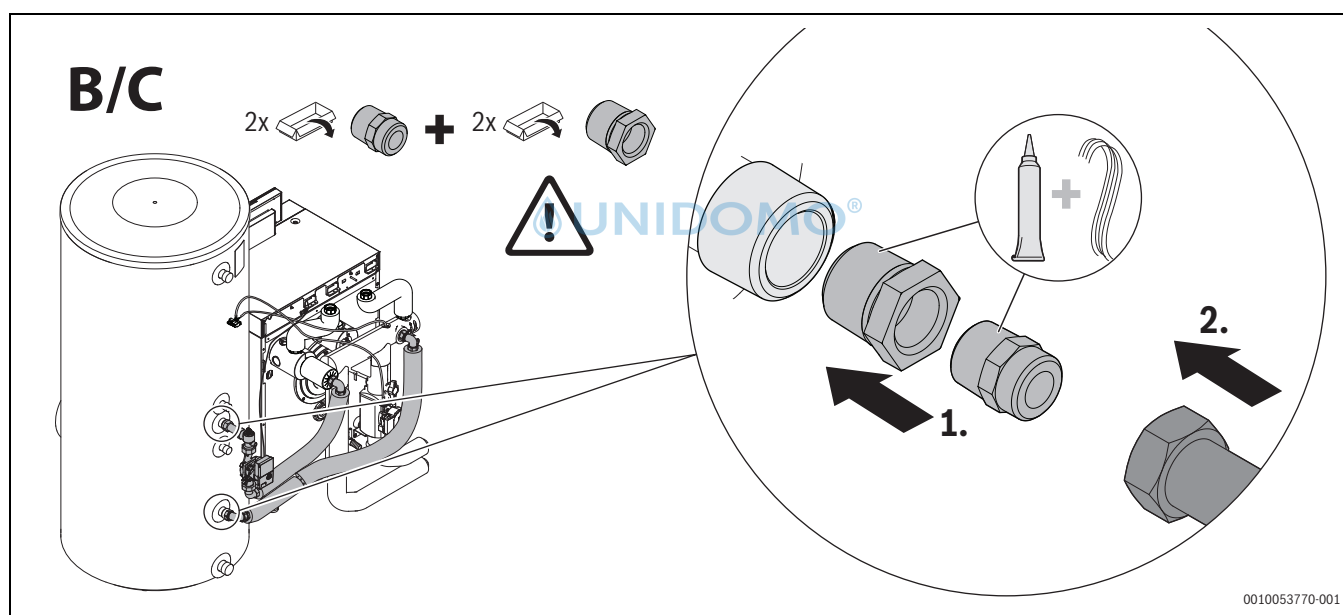

Bild 15 Montage Speicherverbindung stehender Speicher, Varianten B und C
- Rohrgruppe entsprechend der vorgesehenen Varianten (→Bild 13 – Bild 15) montieren (→separate Installationsanleitung des Speicherverbindungs-Sets beachten); **Varianten B, C.**